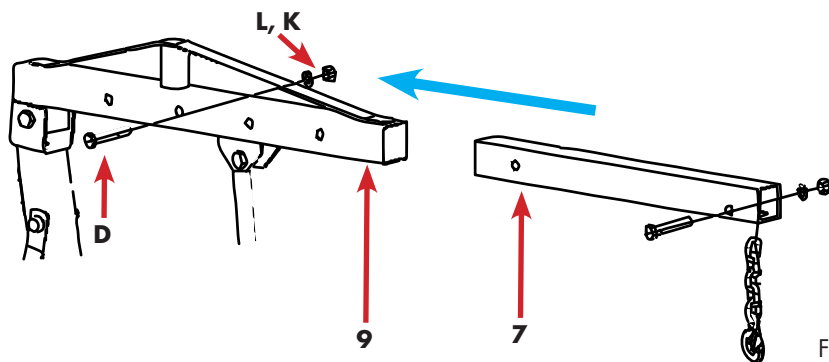

Fig.15
- Deslice el brazo en el brazo de remolque para que el orificio del brazo coincida con uno de los cuatro orificios del brazo. Para fijar la carga deseada. Ver la Fig.15.